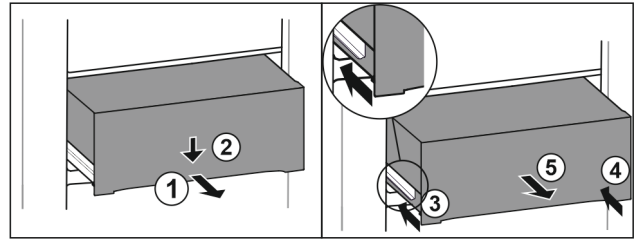

Fig. 190
- Schubfach halb herausziehen. *Fig. 190 (1)*
- Schubfach an der Vorderseite nach unten drücken. *Fig. 190 (2)*
- Linke Schiene etwa 2 cm einschieben. *Fig. 190 (3)*
- Rechte Schiene etwa 2 cm einschieben. *Fig. 190 (4)*
- Schubfach nach vorne entnehmen. *Fig. 190 (5)*